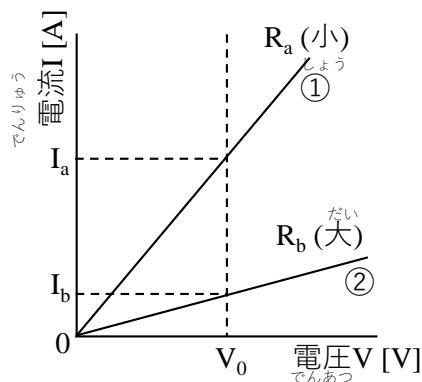

図9-14 抵抗の電圧電流特性
加えた電圧と流れた電流の関係を調べると、一般的に図9-14 のようになります。
定数の R_a や R_b は抵抗で、図9-14 の直線の傾きの逆数で与えられます。式から分かるように、一定の電圧に対して、抵抗が R_b のように大きければ図の直線②のように電流は小さくなります。一方、抵抗が R_a のように小さければ、直線①のように大きな電流が流れます。
(2) キルヒ霍フの第一法則（電流則）